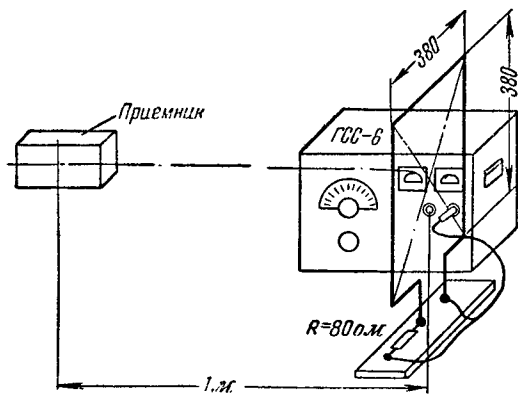

Рис. 14. Размеры и расположение рамки для настройки приемника.
**Настройка входных цепей.** Для настройки входных цепей приемников, имеющих ферритовую антенну, а также для измерения параметров таких приемников сигнал на вход приемника подают с помощью стандартной рамки. Такую рамку изготавливают из латунного прутка диаметром 6—8 мм, который изгибают по форме и размерам, показанным на рис. 14. Последовательно с рамкой включают сопротивление 80 ом для согласования выхода сигнал-генератора с рамкой. Приемник располагают так, чтобы антенна его была перпендикулярна плоскости рамки и находилась против ее центра.